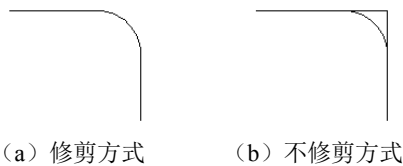

图 3-94 圆角连接
- ☒ 修剪(T): 决定在圆滑连接两条边时, 是否修剪这两条边, 如图 3-94 所示。